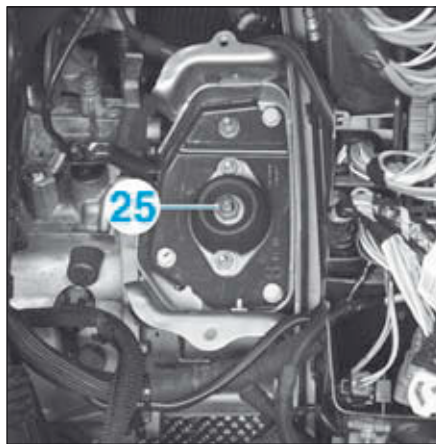

FIG.113
- Déposer l'écrou (25) du support de boîte de vitesses (Fig.113).